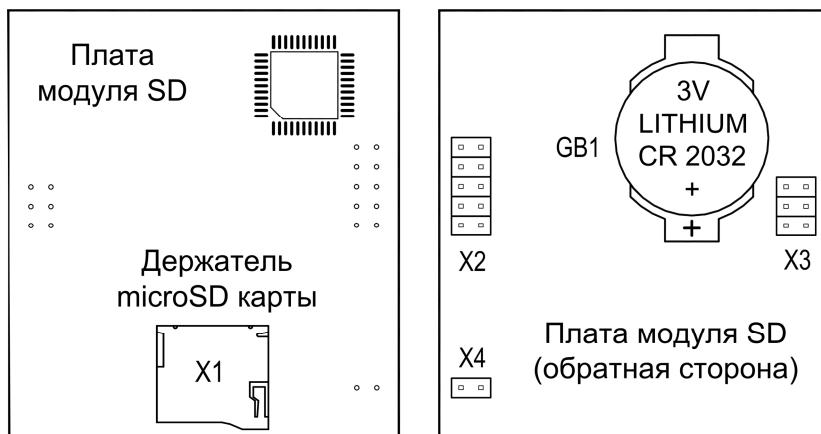

Рис.10 Плата модуля SD
**Внимание!** Все действия необходимо производить аккуратно, чтобы не повредить электронные компоненты на платах сигнализатора и модуля SD. При работе с платой сигнализатора не касаться руками объектива фотокамеры и пироэлемента (находится под линзой). При установке модуля SD на место, внимательно следить за правильностью подключения разъёмов X2, X3 и X4 (рис.10) к плате сигнализатора (все штырьки должны быть подключены!).
- отсоедините плату модуля SD от платы сигнализатора (подключена с помощью разъёмов X2, X3 и X4 – см. рис.10). На обратной стороне платы модуля SD расположена батарея питания часов реального времени (рис.10);